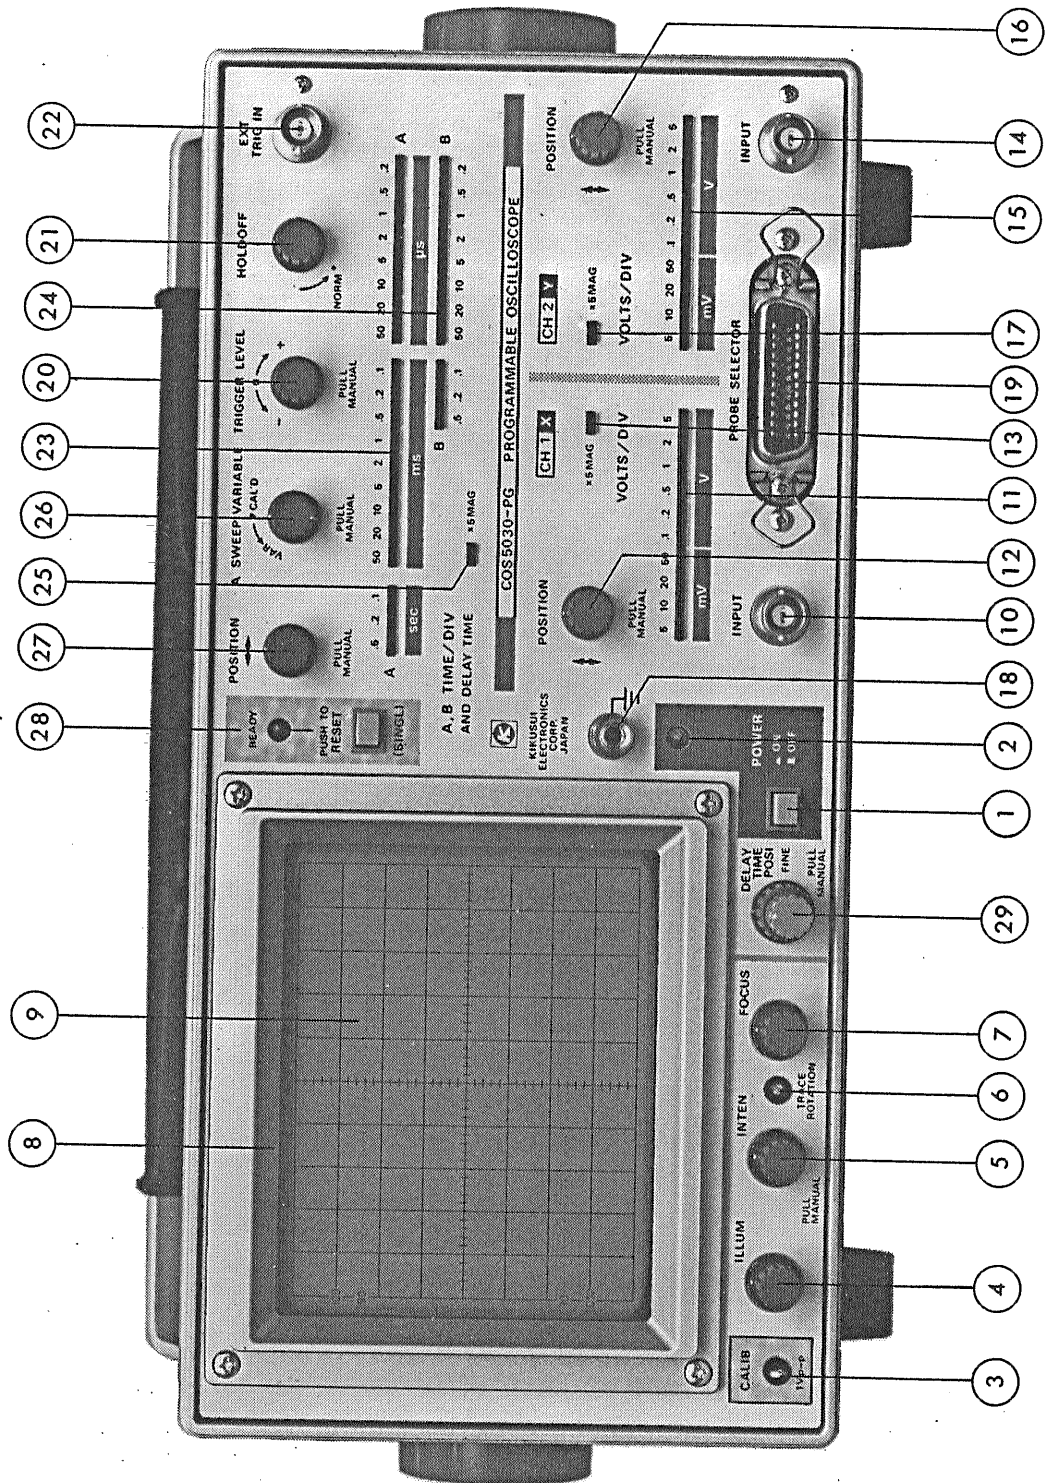

図 4-1 前面パネル
4.1 前面パネルの説明 (図4-1参照)
- ① POWER 押しボタン式のパワースイッチです。押し込んだ位置でパワーオンとなり、電源が投入されます。再びボタンを押すと、パワーオフとなります。
- ② (緑LED) パワーオン時に点灯するLEDでパワーオンを表示します。
- ③ CALIB(1V_{p-p}) プローブ位相特性調整用の方形波発振器です。出力電圧は1V_{p-p}、周波数は約1kHzです。
- ④ ILLUM 目盛の明るさを調整するつまみです。右回して明るくなります。
- ⑤ INTEN ブラウン管の輝度調整つまみです。引っ張ることにより輝度調整が行なえます。右回して明るくなります。